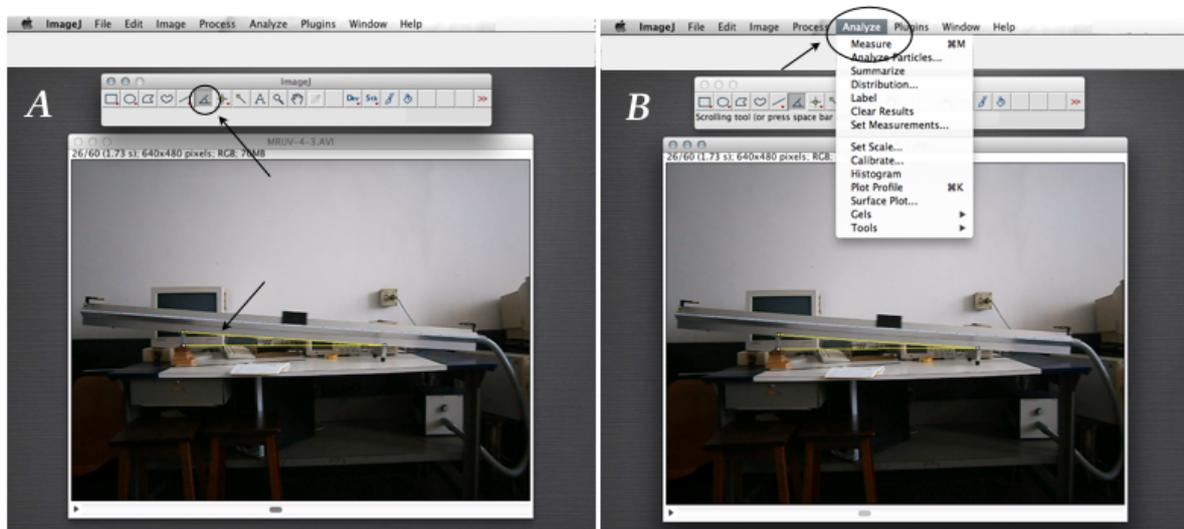

Figura E.7: ImageJ: determinação do ângulo de inclinação do trilho, ver texto.
1. Escolha o botão de “Ângulo” (círculo na Figura E.7-A), que fica na barra de ferramentas do programa ImageJ para poder marcar o ângulo que quer ser determinado.
2. Movimente o cursor para marcar os três pontos que vão determinar o ângulo que o trilho forma com a horizontal (linhas cheias sobre o filme na Figura E.7-B). Faça click cada vez que esteja na posição desejada.